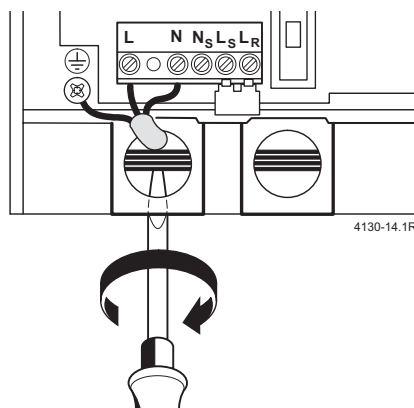

Fig. 22
- Fare passare il cavo attraverso la guarnizione del passacavo e collegarlo come da, fig. 22.